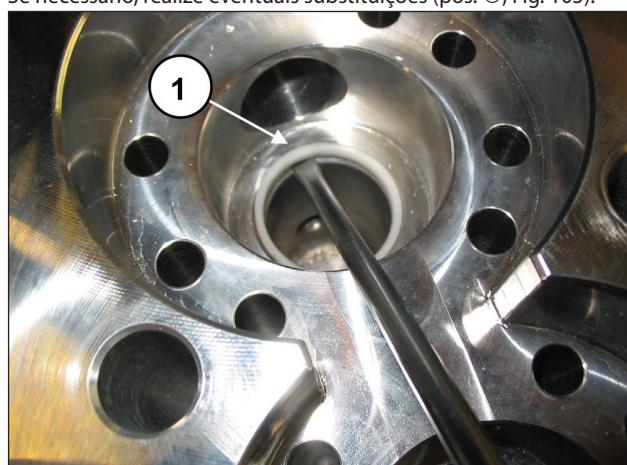

Fig. 105
Se necessário, realize eventuais substituições (pos. ①, Fig. 105).